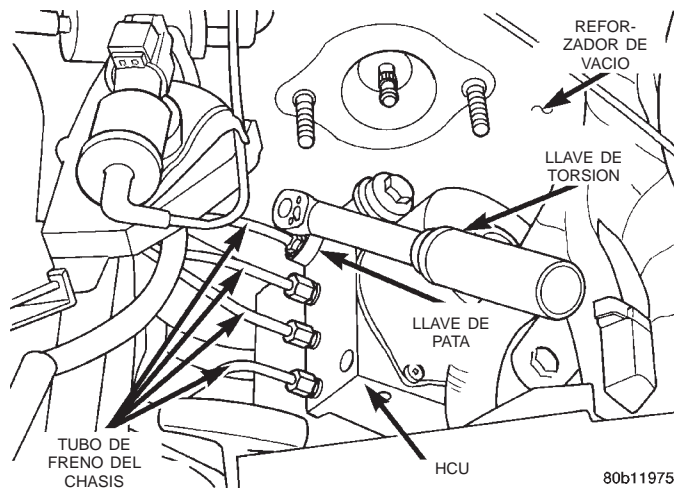

Fig. 26 Torsión de las tuercas de tubos de freno en la HCU
(6) Con una llave de pata (Fig. 26) apriete las 4 tuercas de los tubos de freno del chasis con una torsión del 17 N·m (145 lbs. pulg.).